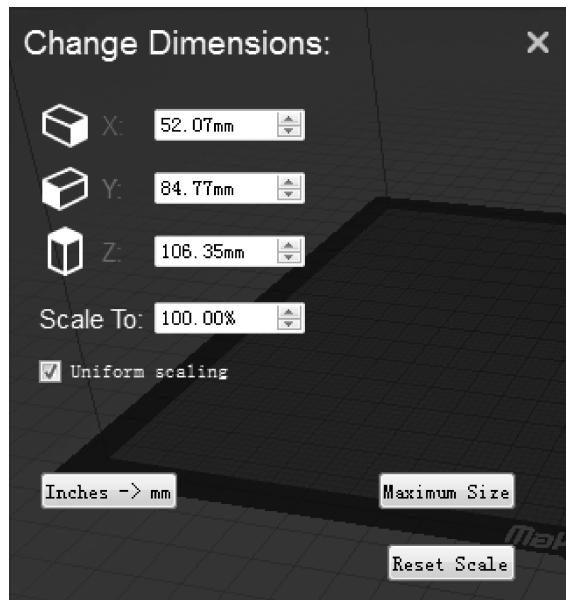

图 4-84 “Change Dimensions” 对话框
6) Scale (缩放): 单击“Scale”按钮，打开“Change Dimensions”对话框，如图 4-84 所示。X: 指定 X 轴上的尺寸；Y: 指定 Y 轴上的尺寸；Z: 指定 Z 轴上的尺寸。
① Uniform scaling: 保持均匀缩放物体的比例，即更改一个尺寸，其他两个尺寸将保持